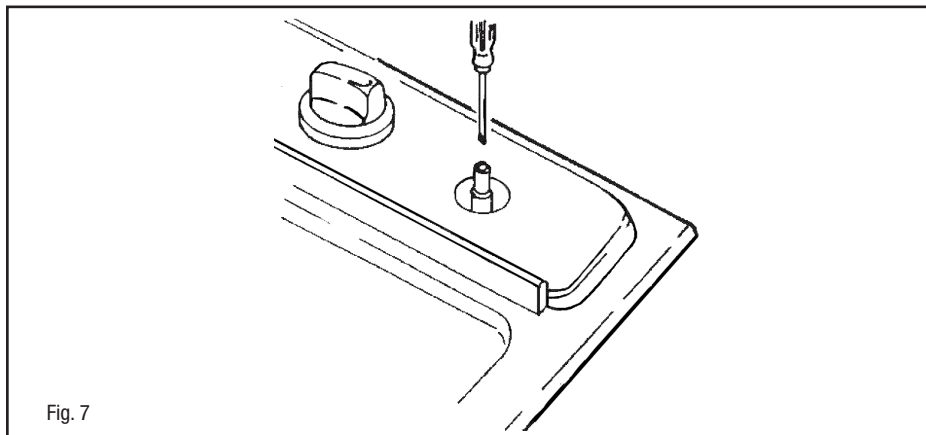

Fig. 7
- per la regolazione del minimo agire con opportuno cacciavite sulla vite posta sul rubinetto (Fig. 7) dopo averlo ruotato in posizione di minimo. Per GPL (butano/propano) avvitarlo a fondo.